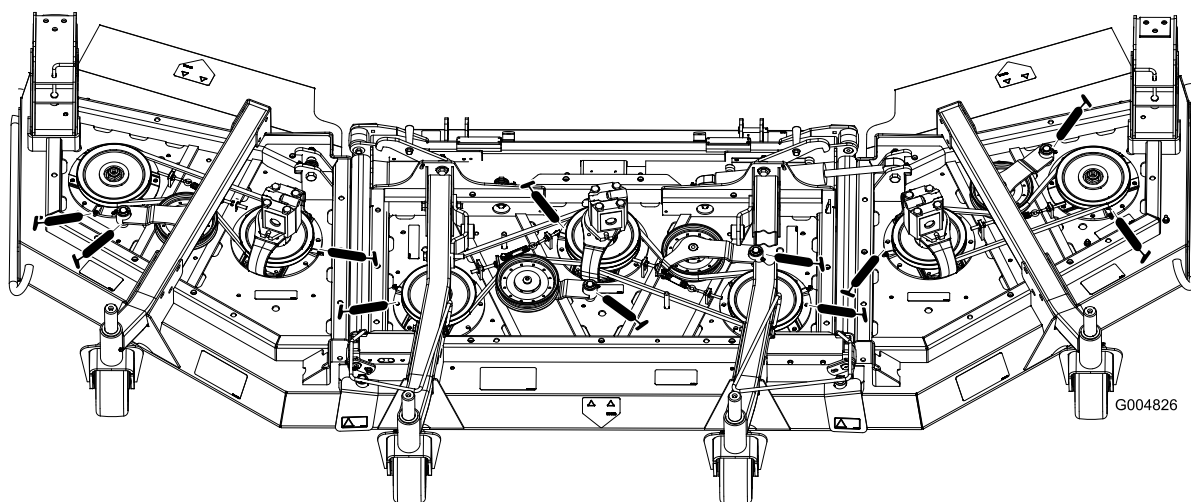

Figure 68
- 3 paliers d'axes de pivot (sous la poulie) (Figure 68)
- 2 bagues de pivot de bras de tension (Figure 68)